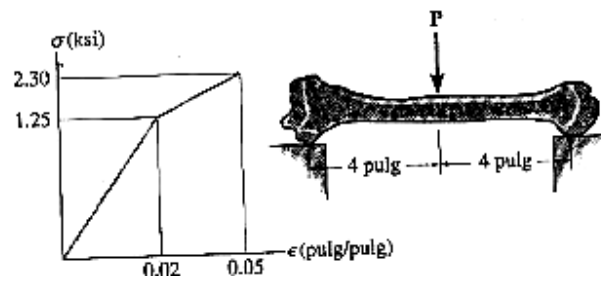

Figura 3.-
- 3.- Una porción del fémur puede modelarse como un tubo con diámetro interior de 0.375 pulg. y un diámetro exterior de 1.25 pulg. Determine la máxima fuerza P elástica que puede aplicársele en su centro sin que se produzca falla. El diagrama esfuerzo-deformación para el material del hueso se muestra en la figura 3 y es el mismo en tensión y compresión.,